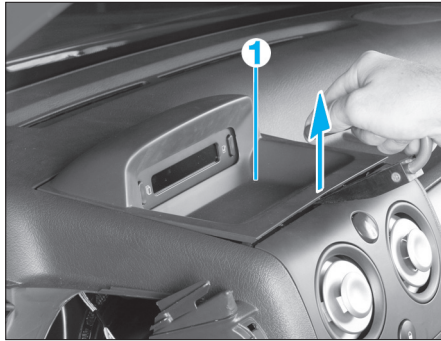

FIG. 13
- la garniture (1) de l'afficheur central (Fig.13) à l'aide d'un outil adapté,